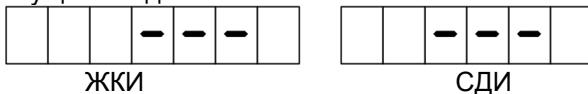

Рисунок 8
7.4.2 Если была нажата кнопка "Пуск" до момента задания дозы, то устройство выдает на СУ непрерывный сигнал "Вых.ПК" (коммутирует цепи "Вых. ПК+" и "Вых. ПК-"), что аналогично состоянию датчика положения крана "кран снят". На табло при этом вместо последней отпущеной дозы отображаются символы (рисунок 8), сообщающие, что устройство ожидает задание новой дозы. Для запуска налива из этого состояния необходимо задать дозу и подать команду "Прямой пуск" от СУ. Для возврата в исходное состояние нажать кнопку "Стоп",